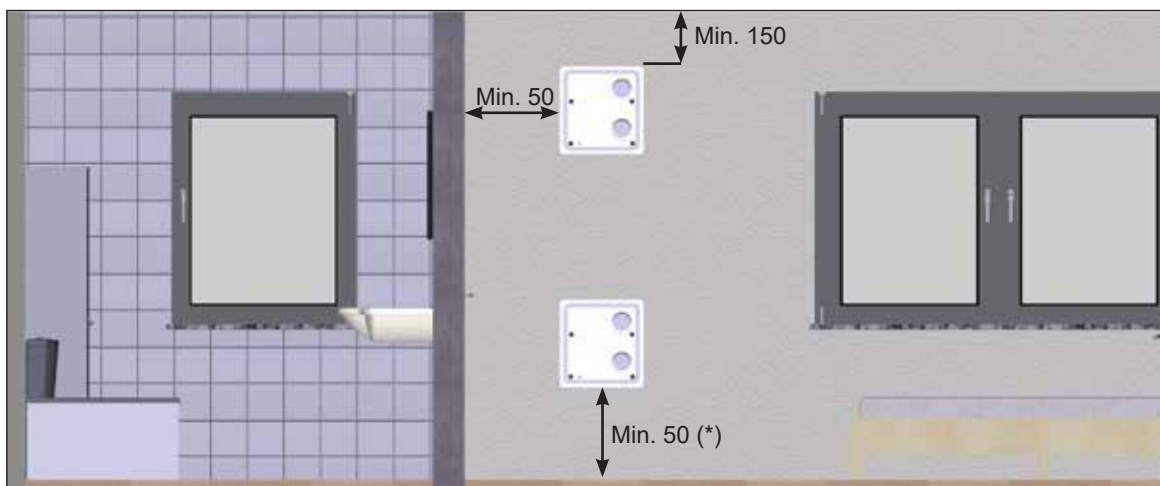
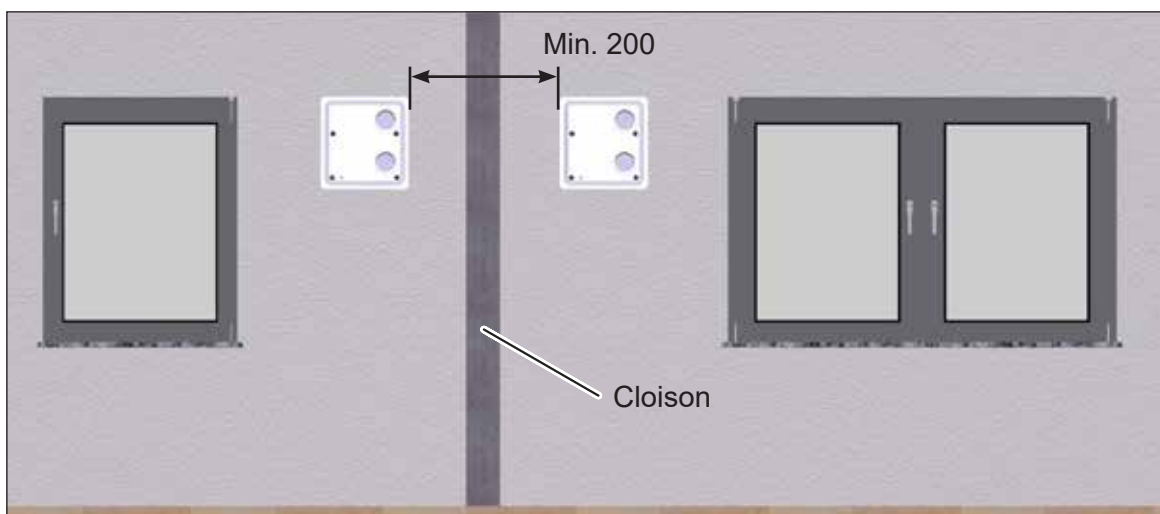

Fig. 4 : Distances minimales et possibilités de positionnement du kit de montage M-WRG-M/MB, dimensions en millimètres
Fig. 5 : Intervalle latéral minimum entre deux caissons muraux, dimensions en millimètres
- ▶ Tenez compte des intervalles minimaux suivants (voir Fig. 4 et Fig. 5) :
- La distance entre le bord inférieur et latéral du caisson mural et les surfaces adjacentes doit être d'au moins 50 mm (exception : lors de l'utilisation d'un raccord de condensat, voir (*) dans Fig. 4 à la page 10). La prise en compte de l'intervalle minimum permet de manipuler plus facilement l'appareil d'aération. De même, le remplacement des filtres à air peut se faire sans problème.